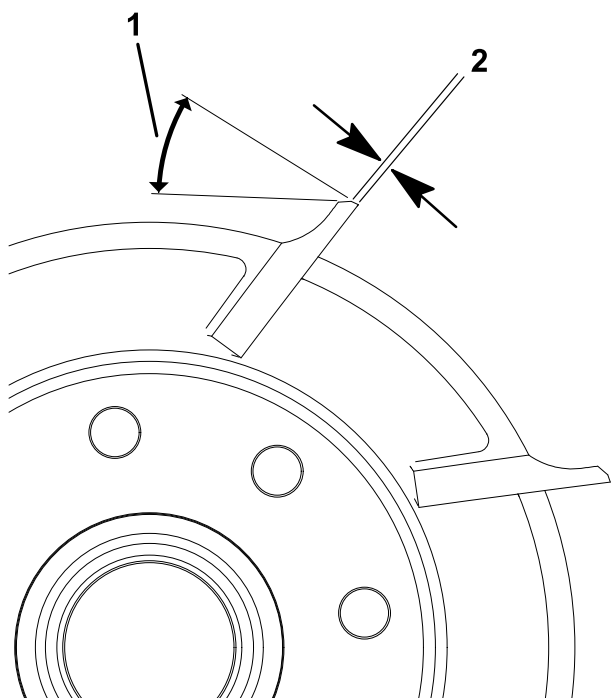

図 27
1. 全部のリール刃に30°の角度で2番削りを行って、ランド部の幅を0.8 mmにしてください 図27。